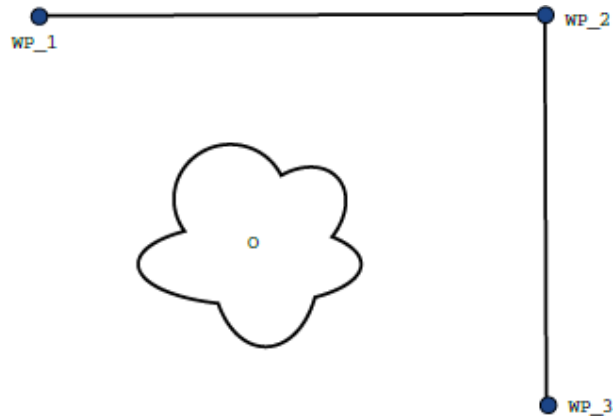

Рисунок 92 - Примеры траектории.
Рассмотрим в качестве примера применение по перекладке объекта (Рисунок 92), где робот в начальный момент находится в контрольной точке 1 (WP_1), а ему нужно забрать объект в контрольной точке 3 (WP_3). Чтобы избежать столкновения с объектом и другими препятствиями (O), робот должен приближаться к точке (WP_3) в направлении от точки 2 (WP_2).